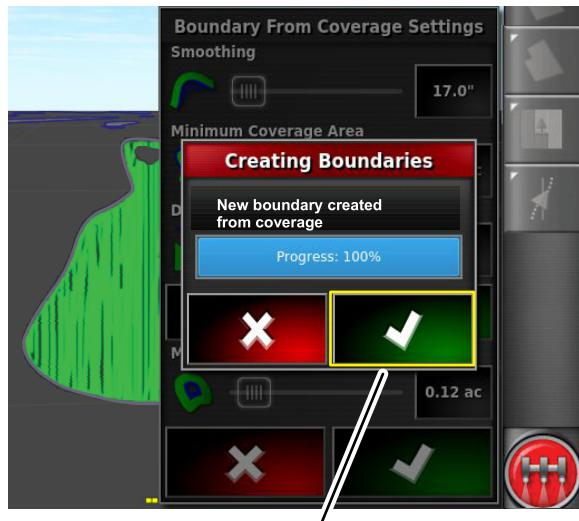

Figura 55
- Premete l'icona Conferma per la finestra di dialogo Impostazioni confine da copertura (Figura 55).